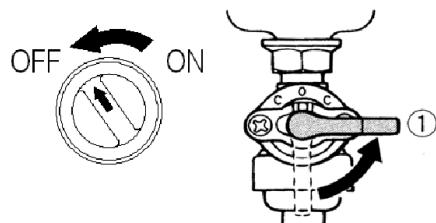

Рис. 21
- Поверніть запірний кран в лінії подавання палива в положення OFF («ВІМК.»)(Рис.21).